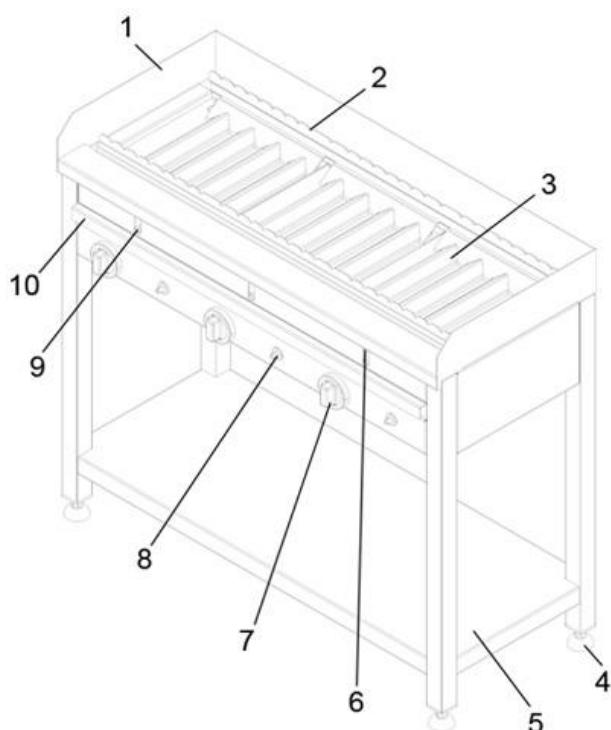

Рис.1. Устройство газовой шашлычницы
На рисунке 1 приведено общее устройство газовой шашлычницы. В зависимости от модели она имеет от 2 до 3-х рабочих зон с независимым управлением. На столе шашлычницы располагается съемный мангал 1 (рис.1) с направляющими для шампуроов 2 (рис.1), на каждую зону шашлычницы идет 4 шампуря (входят в комплект поставки).
Теплообменники 3 (рис.1), размещенные внутри устройства, обеспечивают равномерность распределения тепла горелки и защищают ее от попадания жира, выделяющегося жарке. На лицевой панели устройства располагаются: ручки кранов горелок 7 (рис.1), кнопки пьезорозжига 8 (рис.1) и смотровые отверстия 6 (рис.1) для контроля пламени запальных горелок 9 (рис.1). Под горелками располагаются поддоны 10 (рис.1) для сбора жира. Высота и горизонтальность шашлычницы регулируется ножками 4 (рис.1). Для хранения кухонного инвентаря предусмотрена полка 5 (рис.1).
- Снимите мангал 2 (рис. 1)
- Выньте поддон-жиросборник 8 (рис. 1).
- Поднимите верхнюю часть лицевой панели 6 (рис.1), потянув ее вверх.